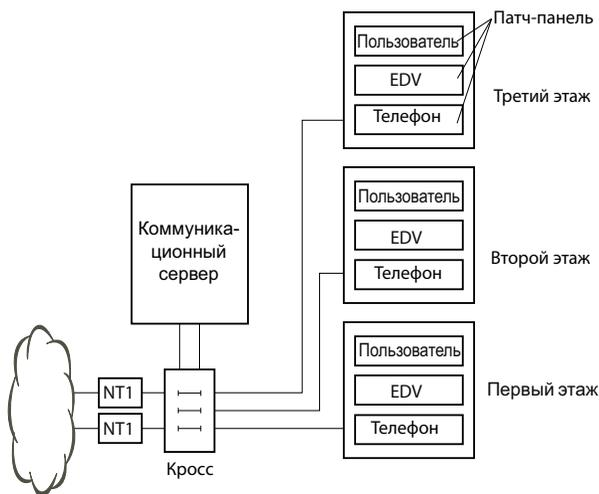
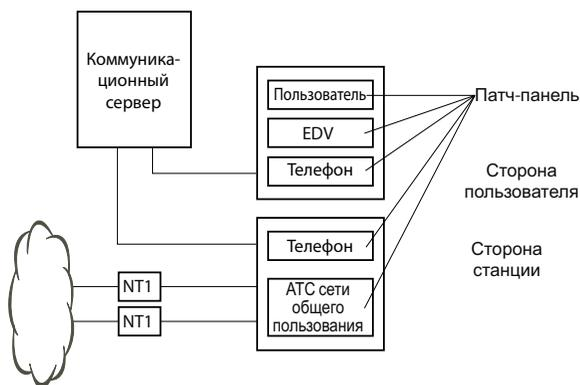

Fig. 32 Подключение через кросс (пример)
Fig. 33 Подключение к УСВК через центр разводки проводников (пример)
- Непрямая разводка кабелей через (главный) распределительный щит и проложенный универсальный кабель здания (UBC) (см. также Fig. 32 и Fig. 33).